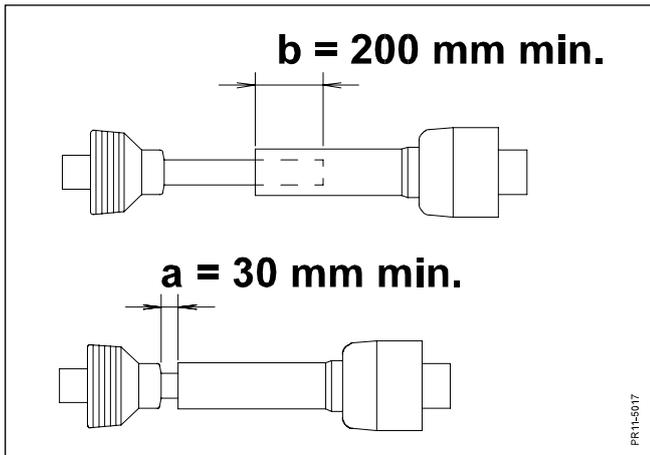

Fig. 2-19
- Fig. 2-19** 14) Die Gelenkwelle in der Länge so anpassen, daß diese: